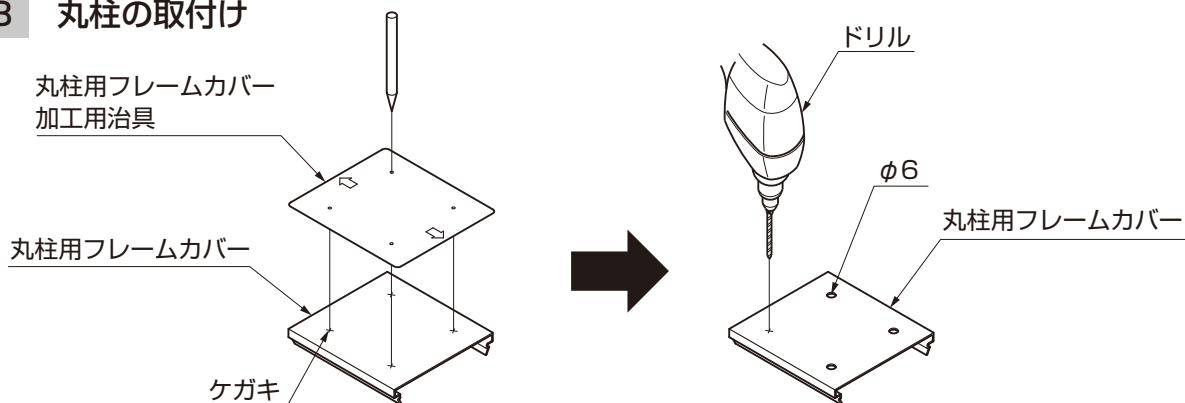

図4-20 丸柱用フレームカバーの加工
- ①丸柱フレームカバー加工治具で丸柱用フレームカバーにケガキ、φ6の穴加工を行ってください。(図4-20参照)